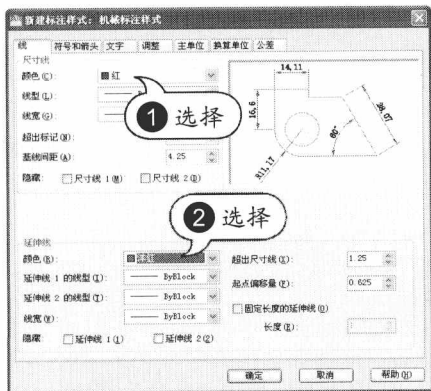

图 1-23 设置尺寸线和延伸线
STEP 03 设置尺寸线和延伸线。在“线”选项卡中设置尺寸线和延伸线的颜色，如图 1-23 所示。